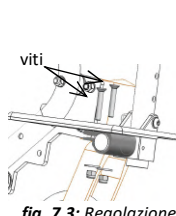

fig. 7.3: Regolazione inclinazione
- **Regolazione angolo di inclinazione del poggiapiedi** (fig. 7.3):